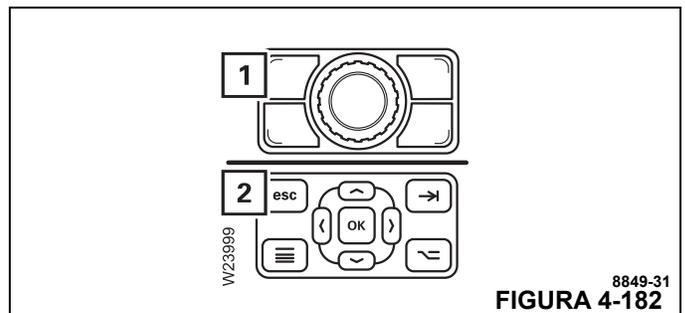

FIGURA 4-182
Se puede cancelar la introducción en cualquier momento. Pulse el botón (1, Figura 4-182) o (2).